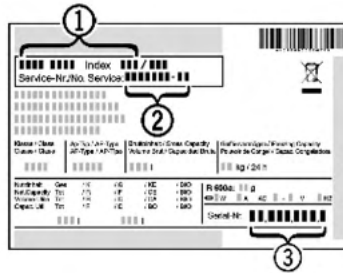

Fig. 34
- ▶ Gerätebezeichnung Fig. 34 (1), Service-Nr. Fig. 34 (2) und Serial-Nr. Fig. 34 (3) vom Typenschild ablesen. Das Typenschild befindet sich an der linken Geräteinnenseite.
- ▶ Den Kundendienst benachrichtigen und den Fehler, Gerätebezeichnung Fig. 34 (1), Service-Nr. Fig. 34 (2) und Serial-Nr. Fig. 34 (3) mitteilen.